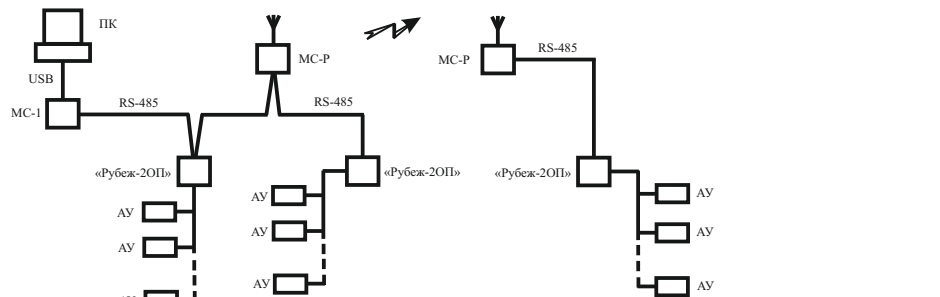

Рисунок 1
- 1.1 Радиоудлинитель интерфейса МС-Р (прот.Р3) (далее – радиоудлинитель) предназначен для удлинения линии интерфейса RS-485 (рисунок 1).